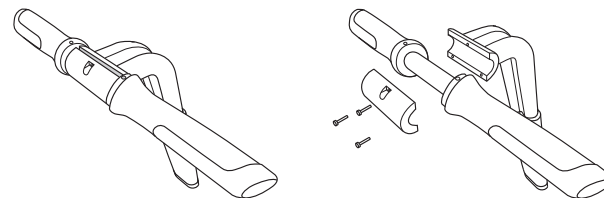

図 65. ハンドルバーの取り外し
3. LeanSteer フレームを脚から外します (図 65 を参照してください)。